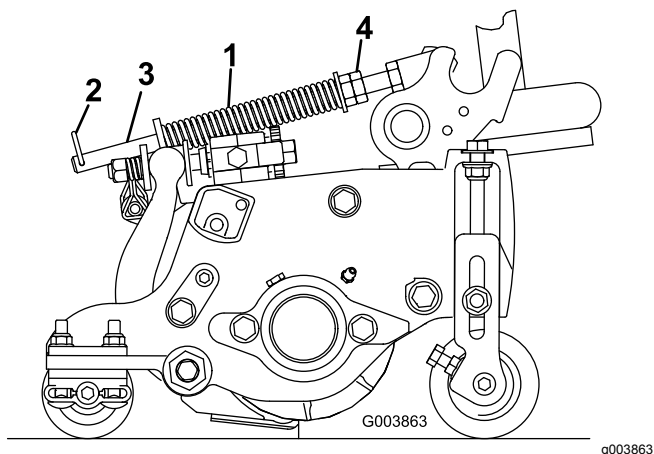

Figure 22
1. Vérifiez que la goupille fendue est insérée dans le trou de la tige de ressort (Figure 22).
2. Serrez les écrous hexagonaux à l'extrémité avant de la tige de ressort jusqu'à ce que la longueur du ressort comprimé soit égale à 16 cm ; voir Figure 22.